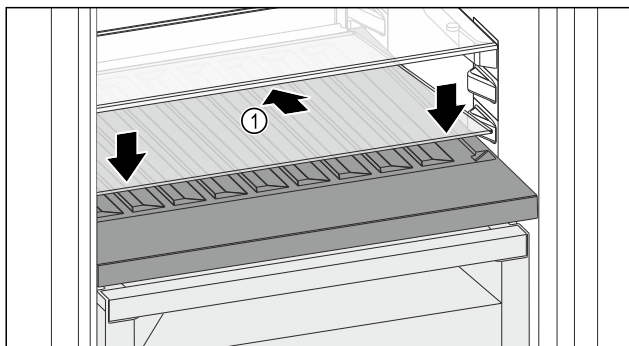

Fig. 109
- ▶ Ustawić płytę szklaną Fig. 109 (1) pod ukosem, nachyloną do tyłu w dół.
- ▶ Opuścić płytę szklaną Fig. 109 (1) z przodu.